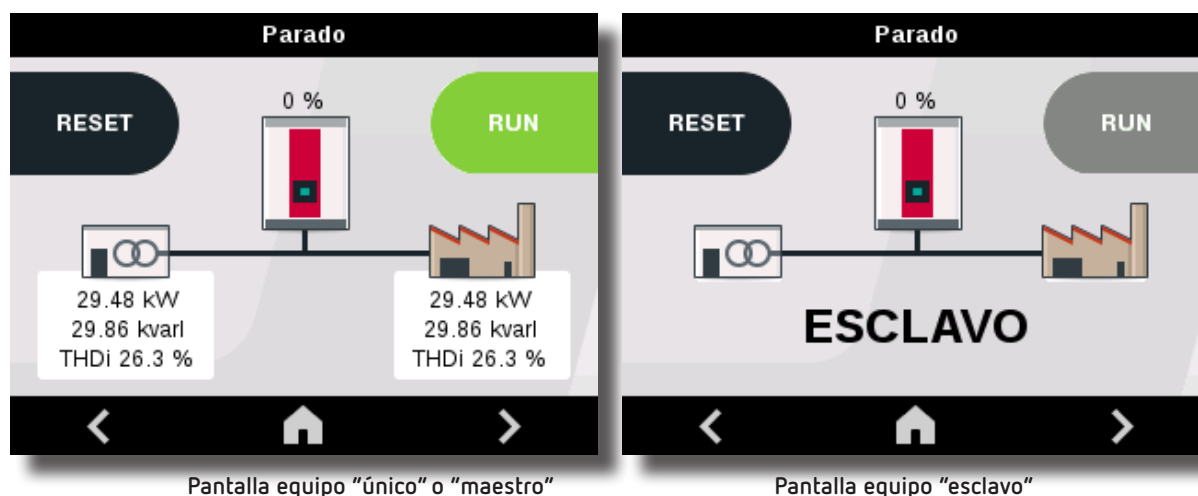

Figura 42: Pantalla inicial.
Una vez alimentado el equipo en el display aparece una de las pantallas de la **Figura 42**.
4.- (Equipo **"único"** o **"maestro"**) Volver a la pantalla inicial del equipo, **Figura 42**, si no hay ningún problema de conexionado, en la parte superior se debe visualizar el mensaje **"Parado"**. En caso de existir algún problema en el conexionado del filtro o en la configuración, aparece el mensaje de **"Esperando condiciones"**.